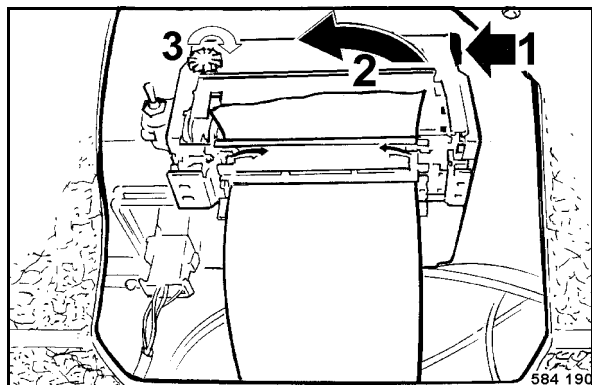

Fig. 108
- Relever la languette au point 1 (Fig. 108) et extraire le ruban encreur (2) de l'imprimante.
- Installer un ruban encreur neuf dans le guide de l'imprimante, d'abord à gauche, puis enfoncer à la languette (1).
- Tourner le bouton (3) dans le sens de la flèche pour tendre le ruban.